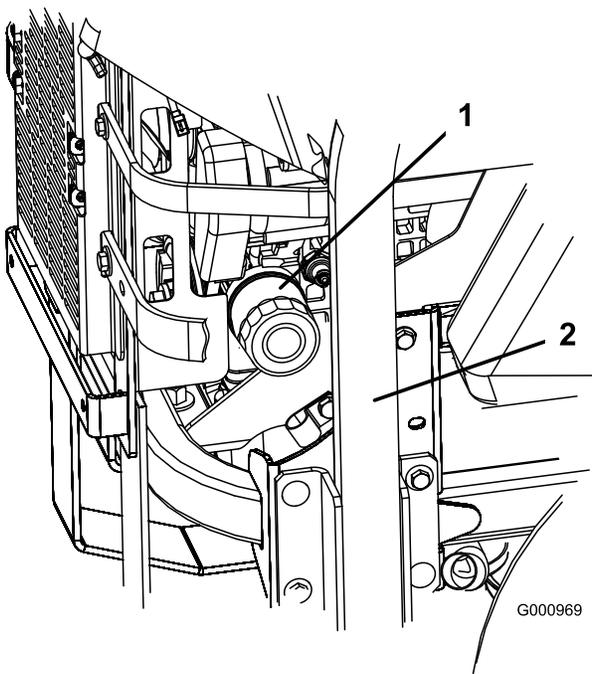
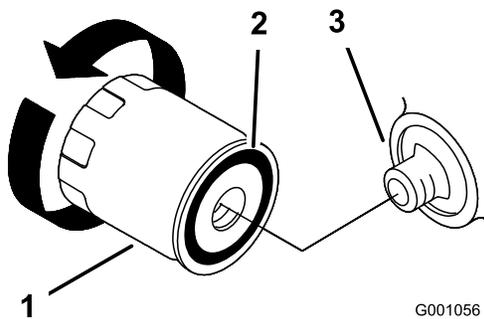

Figure 39
Figure 40
2. Tournez le filtre dans le sens anti-horaire pour le déposer (Figure 39 et Figure 40).